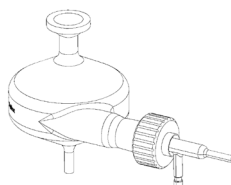

Abbildung 2. Installation des Zerstäubers
- 2 Setzen Sie den Zerstäuer vollständig in den drehmomentgesteuerten Adapter ein und fixieren Sie ihn, indem Sie den Zerstäueradapter vorsichtig im Uhrzeigersinn drehen, bis Sie ein Klicken hören (Abb. 2).